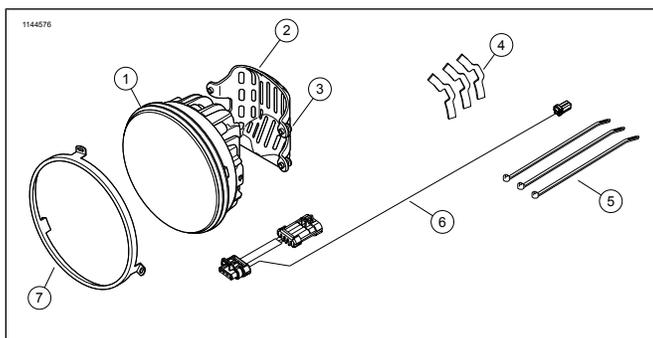

Figure 13. Pièces de rechange : kit de phare à DÉL
- Voir la figure 13. Utiliser les vis (8) du kit pour installer le phare sur le support.